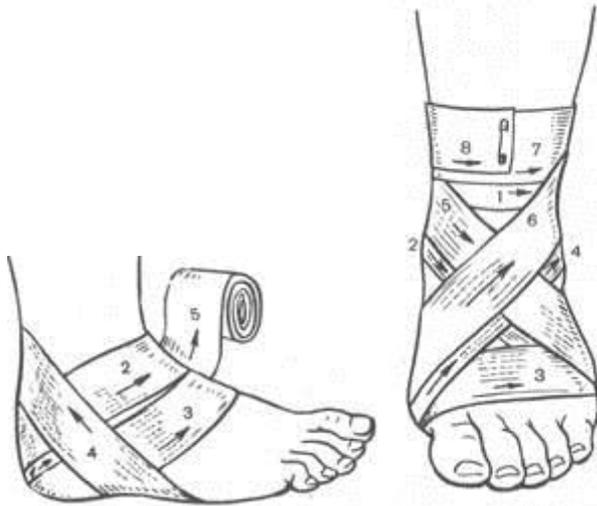

Рис. 12 Рис. 13
Правила наложения стерильных повязок на нижние конечности. Повязки на нижние конечности в области стопы и голени накладываются после их освобождения от обуви. Повязку на область пятки (рис. 12) накладывают первым ходом бинта через наиболее выступающую ее часть (1), далее поочередно выше (2) и ниже (3) первого хода бинта, а для ее фиксации делают косые (4) и восьмиобразные (5) ходы бинта. На голеностопный сустав накладывают восьмиобразную повязку (рис. 13). Первый фиксирующий ход бинта делают выше лодыжки (1), далее вниз на подошву (2) и вокруг стопы (3), затем бинт ведут по тыльной поверхности стопы (4) выше лодыжки и возвращаются (5) на стопу, затем на лодыжку (6), закрепляют конец бинта круговыми ходами (7 и 8) выше лодыжки. На голень и бедро накладывают спиральные повязки так же, как на предплечье и плечо. Повязку на коленный сустав накладывают, начиная с кругового хода через надколенную чашечку, а затем ходы бинта попеременно идут ниже и выше, перекрещиваясь в подколенной ямке.